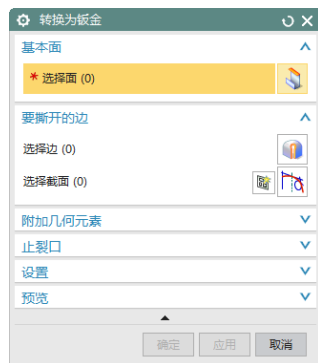

图 8-25 “转换为钣金”对话框
(1) 选择“菜单(M)”→“插入(S)”→“转换(Y)”→“转换为钣金(C)”，或者单击“主页”选项卡“基本”面组上“转换”库下“转换为钣金”按钮, 打开如图 8-25 所示的“转换为钣金”对话框。